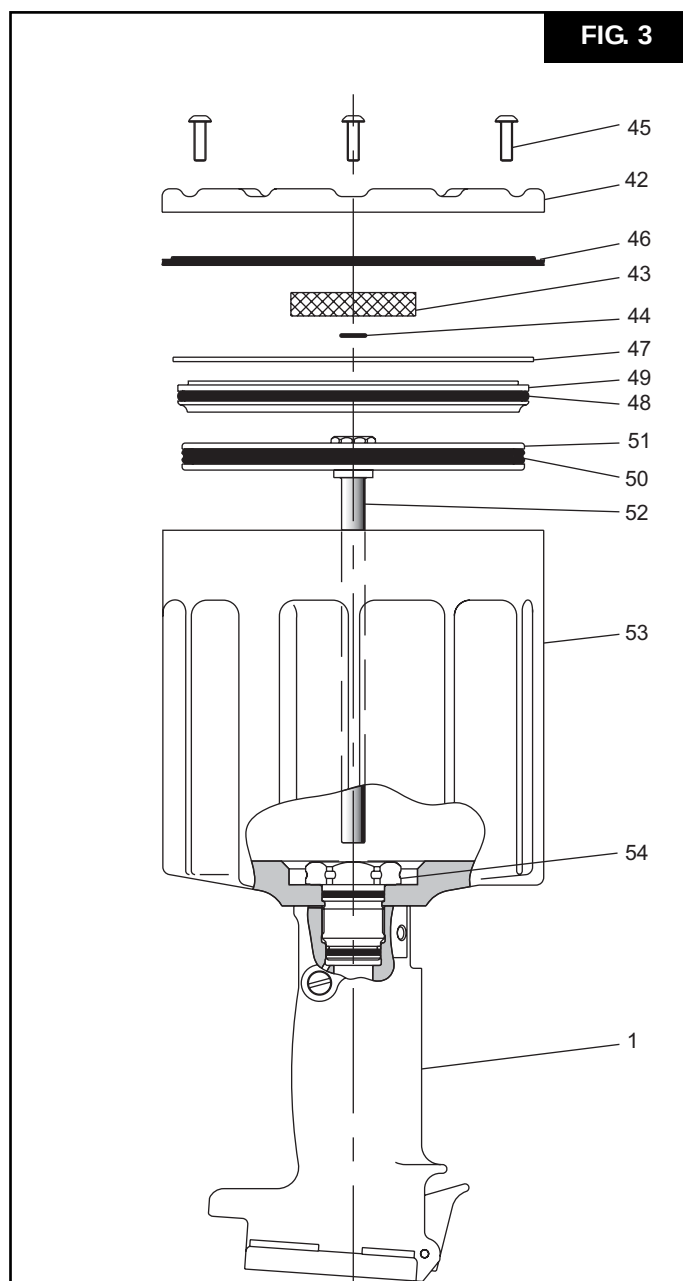

FIG. 3
17. Coloque la herramienta de cabeza en un tornillo de banco de mordazas suaves. Retire tres tornillos (45) con una llave allen de 1/8. (Fig. 3)
18. Remueva la Tapa/Cubierta (42), El empaque (46), el silenciador (43) y el O-ring (44). (Fig. 3).
19. Remueva el anillo de retención (47) del Cilindro (53). (Fig. 3) **NOTA:** Golpeeé levemente la Cabeza del cilindro (49) para remover fácilmente el anillo.
20. Coloque los tornillos (45) en la Cabeza del Cilindro (49). Cuidadosamente haga palanca con los tornillos, para retirar la Cabeza del Cilindro.
23. Sujete la tuerca (41) con unas pinzas, y extraiga el ensamble del Pistón de aire (51). (Fig. 3 & 4).
24. Remueva la Glandula (54). Use un dado de 1 3/8 y una extensión. El mango y el cilindro se separarán (Fig. 3).
25. Empuje el pistón hidráulico (31) hacia abajo y fuera del mango. **PRECAUCION:** Use un punzón de plástico o madera para evitar daños.
2. Empuje el Pistón de aire junto con el anillo cuádruple (50) dentro del mango y hasta el fondo del Cilindro. (Fig. 3).
4. Coloque el tornillo (32) con el O-ring (35) dentro del Pistón (34). Sostenga la Tuerca (41) con un dado de 9/16, y una extensión, y aplique un torque de 6.2 - 6.7 Nm (55 - 60 in/lbs) al tornillo (32), usando una llave de 7/64.
5. Ponga la herramienta de cabeza nuevamente, y sostengala. Empuje la Cabeza del Cilindro (49) con el O-ring (48), dentro del Cilindro. Instale el Anillo de Retención (47). (Fig. 3 & 9).
6. Coloque el O-ring (44) y el silenciador (43) en el centro de la Cabeza del Cilindro (49). Coloque el empaque (46) en el Cilindro (53). **NOTA: El labio del empaque hacia la Tapa/Cubierta (42).** Coloque la Tapa/Cubierta (42) sobre el empaque (46), y asegúrela, usando tres tornillos (45) y una llave allen de 1/8. (Fig. 3).